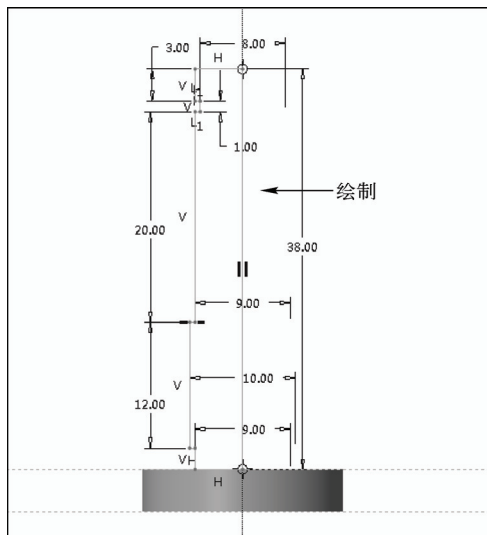

图 15-6 绘制草绘截面二
STEP 05 在功能区选项板的“模型”选项卡中，单击“形状”面板中的“旋转”按钮，打开“旋转”选项卡，选择“RIGHT”基准平面作为草绘平面，进入草绘环境，单击“草绘”选项卡中的相应按钮，绘制草绘截面，如图 15-6 所示。